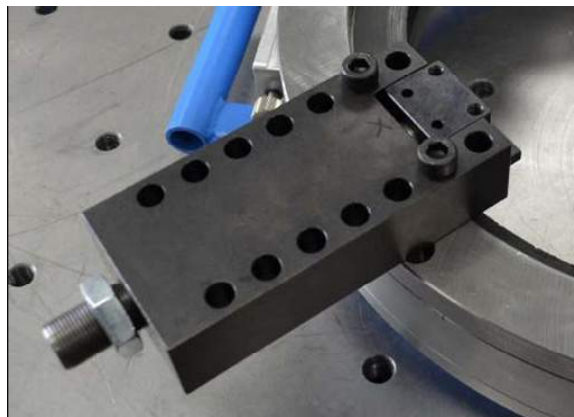

FIGURA 3-9. CONJUNTO DE PIE DE SUJECIÓN CONECTADO A RDU (SE MUESTRA EN FF1200)
8. Gire las contratuercas lejos de los cuerpos del pie de sujeción según sea necesario (Figura 3-9).